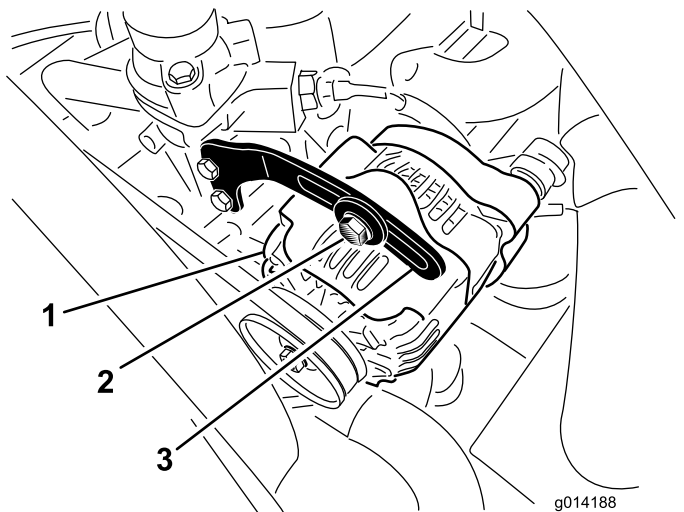

Figura 49
- Verifique a tensão da correia do alternador, premindo-a (Figura 49) até meio caminho entre as polias do alternador e do cárter com uma força de 10 kg.
- Desaperte o parafuso que prende o suporte ao alternador (Figura 49) e o parafuso da articulação do alternador.